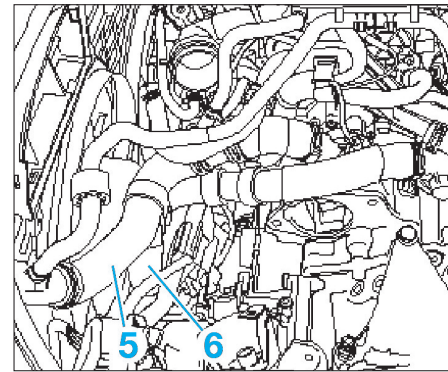

Fig. 74
- Déposer le flexible (3) allant de l'électrovanne au réservoir de charbon actif.
- Déposer les durits (4).
- Déverrouiller les durits (5) et (6) et les débrancher (Fig.74).